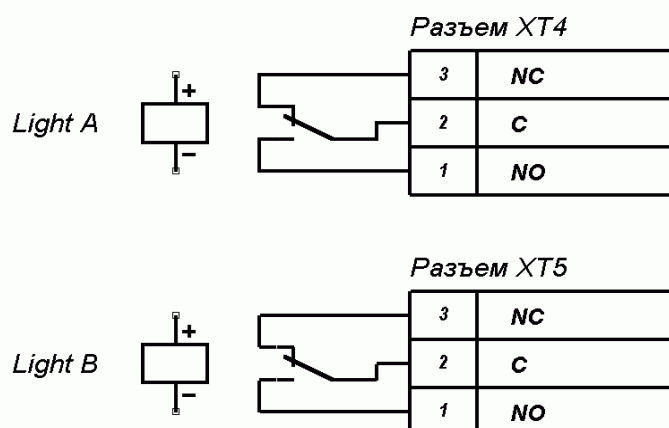

Рисунок 7 Выходные каскады для Light A и Light B
5.9.4 Выносные индикаторы подключаются на клеммные колодки «ХТ4» (Light A) и «ХТ5» (Light B). При этом реле Light A (Light B) активизировано (на его обмотку подано напряжение), когда горит соответствующая данному направлению прохода зеленая стрелка на световом табло, и нормализовано (на его обмотку напряжение не подано), когда соответствующая данному направлению прохода зеленая стрелка на световом табло не горит. Факт срабатывания/отпускания реле Light A и Light B можно определить по загоранию/гашению красных индикаторов, которые установлены вблизи указанных реле (см. рисунок 2). Выходные каскады для Light A и Light B – перекидные контакты реле (см. рисунок 7) со следующими характеристиками сигналов: